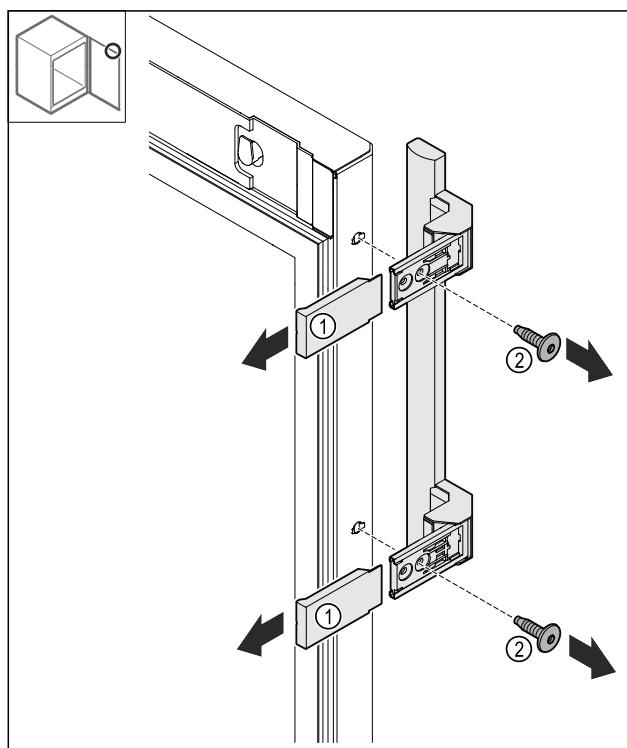

Fig. 24
- ▶ Свалете капациите Fig. 24 (1).
- ▶ Разхлабете винтовете Fig. 24 (2).